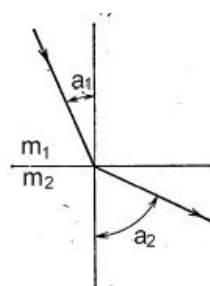

Рисунок 4 – Граница раздела двух сред
12. Имеется плоская граница раздела двух сред (рис.4), обладающих магнитными проницаемостями μ_1 и μ_2 . Силовые линии магнитного поля в первой среде образуют угол α_1 с направлением нормали. Найти ориентацию силовых линий поля (угол α_2) во второй среде.